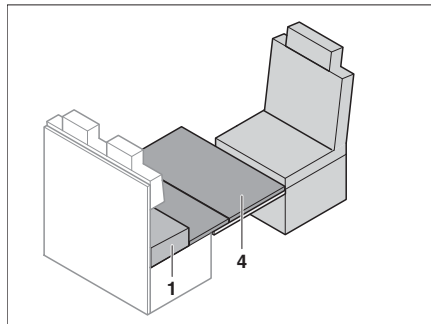

Fig. 170 Placer le support pour lit de secours
- Placer le support pour lit de secours (Fig. 170,4) sur la table. Ce faisant, placer le bord avant du support pour lit de secours directement contre le siège conducteur.